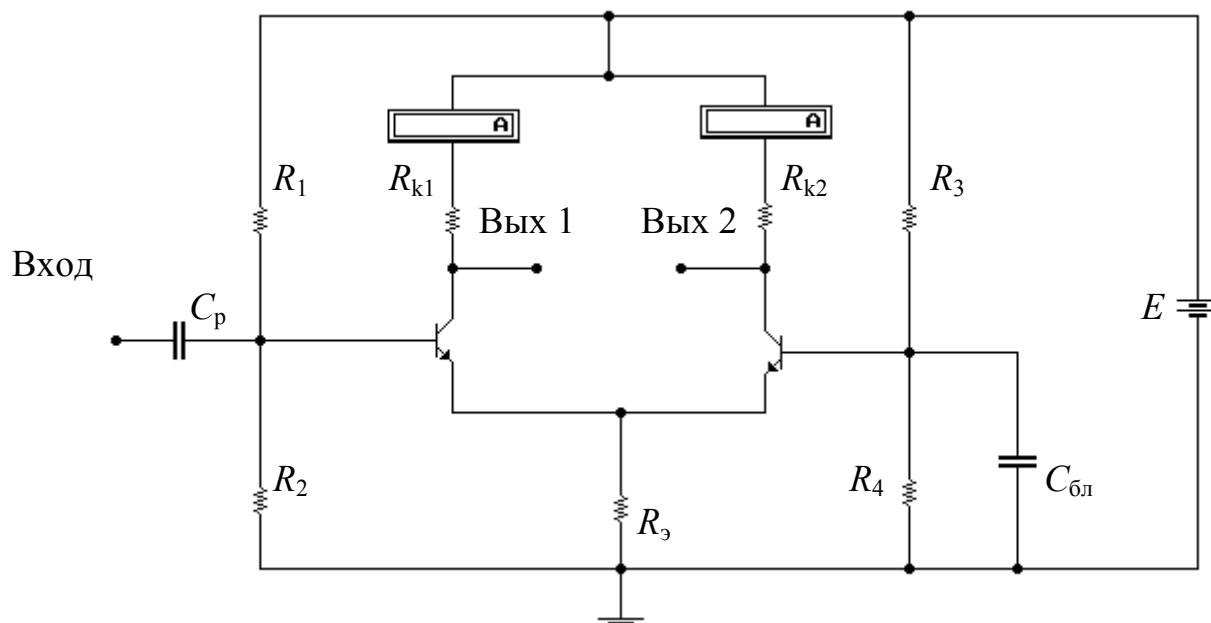

Рис. 7.4. Принципиальная электрическая схема фазоинверсного каскада с эмиттерной связью
Принципиальная схема фазоинверсного каскада с эмиттерной связью показана на рис. 7.4.
10. Как изменится коэффициент усиления по каждому плечу каскада на рис. 7.4, если отключить  $C_{ол}$ ?